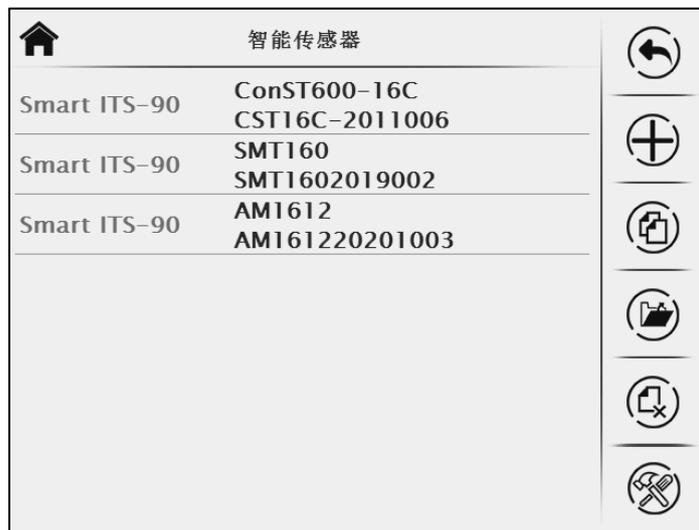

图 23 选择温度计
2) 找到当前插入的智能温度计，点击进入传感器信息查看界面（如图 23 所示），点击  按钮进入参数编辑状态，可以对传感器各项参数进行修改。根据需要选择 CVD 或 ITS-90 类型。